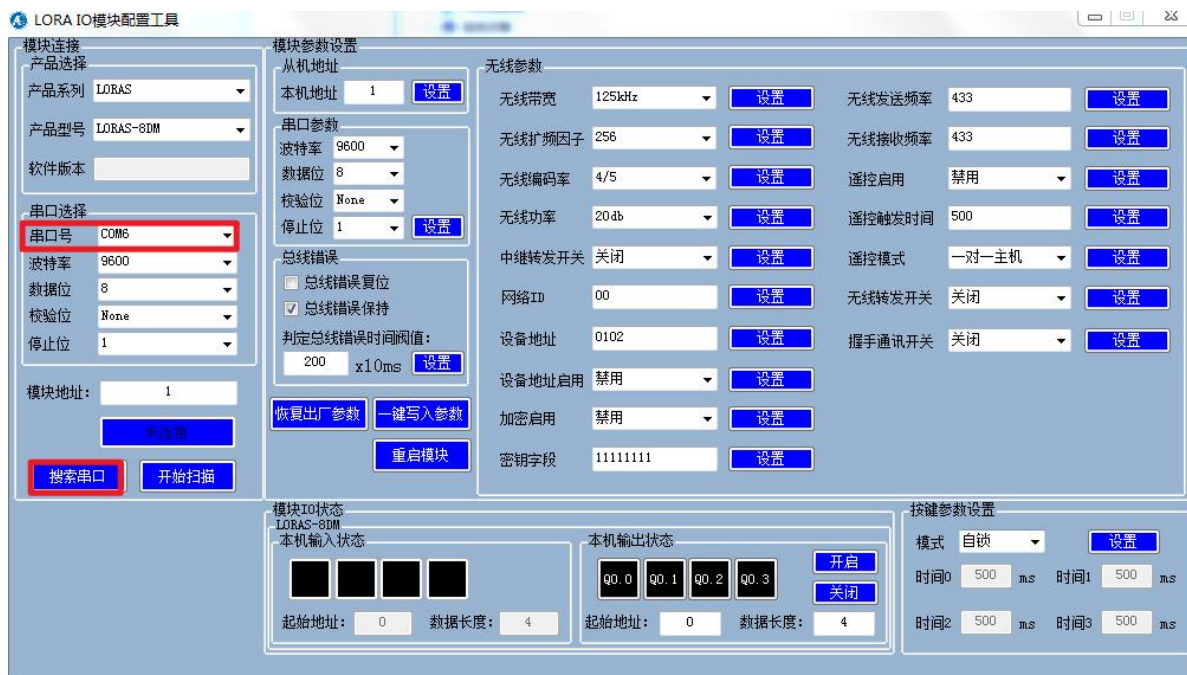

图 5.2.2 配置工具
2) 打开配置工具，在串口号的下拉选项中选择对应的串口号（如 COM6，如果选项没有显示对应串口，可以点击“搜索串口”），如图 5.2.2: